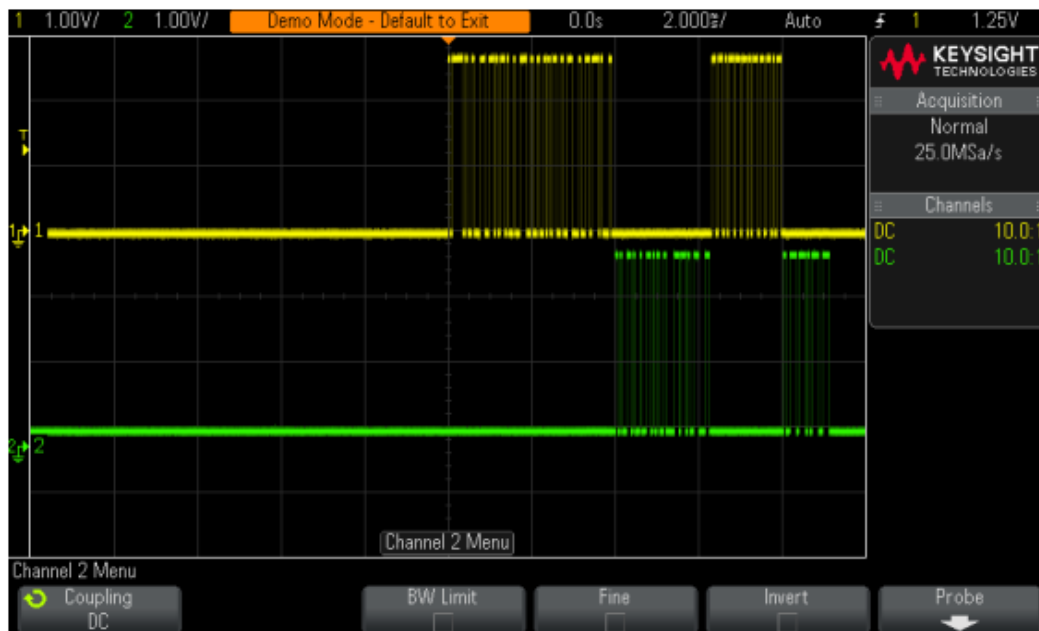

Figura 1 - Captura de señales de transmisión y recepción de datos RS232 / UART utilizando el modo de disparo de borde.
Ahora debería ver en la pantalla del osciloscopio lo que parece ser una visualización no disparada de dos señales digitales similares a la Figura 1. Su osciloscopio está disparando en los bordes ascendentes aleatorios del canal UNO, que es la condición de disparo por defecto del osciloscopio. Sin embargo, estas señales son demasiado complejas para establecer un punto de disparo único mediante el disparo de arista simple. La señal capturada por el canal UNO es una señal de datos de recepción en serie RS232 (RX), y la señal captada por el canal DOS es una señal de datos de transmisión serie (TX) RS232. Vamos a configurar primero el osciloscopio para decodificar de forma inteligente este flujo de datos basado en el protocolo RS232/UART, y luego estableceremos un punto de disparo más único utilizando el disparo RS232/UART.